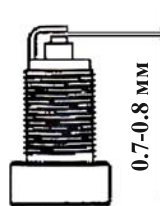

рис. 3
7.3.3 Рекомендуется проверить величину межэлектродного зазора, которая должна быть около 0.7...0.8 мм (рис. 3). При существенном отличии измеренной величины зазора указанным требованиям заменить свечу.